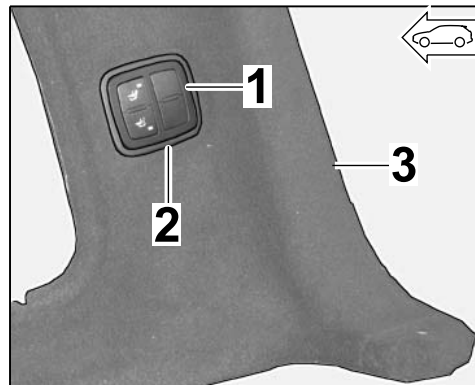

Рис. 6 (начиная с м.г. 15)
1.6.4 Зафиксировать рамку управляющего выключателя в боковой обшивке (учитывать монтажное положение боковой направляющей ⇒ Рис. 6 (начиная с м.г. 15)).